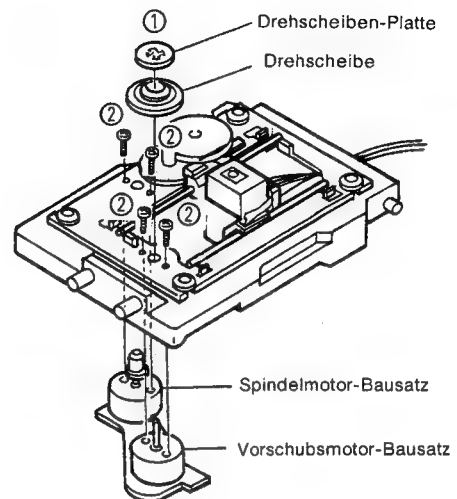

Abb. 9
6. Entfernen des Spindelmotor-Bauteils und des Vorschubmotors (Abb. 9)
- ① Entfernen Sie die Drehscheiben-Platte und die Drehscheibe von dem Vorschubmotor.
- ② Entfernen Sie die vier Schrauben, die den Motor befestigen.